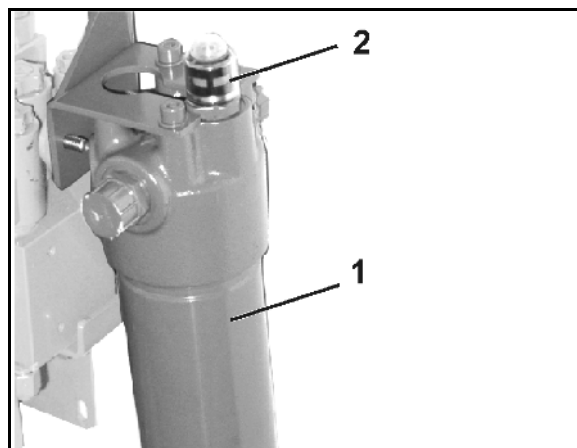

Рис. 55
2. Отверните колпачок электромагнитного клапана (Рис. 55/1).
3. Снимите катушку электромагнитного клапана (Рис. 55/2).
4. Выверните толкатель (Рис. 55/3) с седлами клапана и очистите сжатым воздухом или гидравлическим маслом.